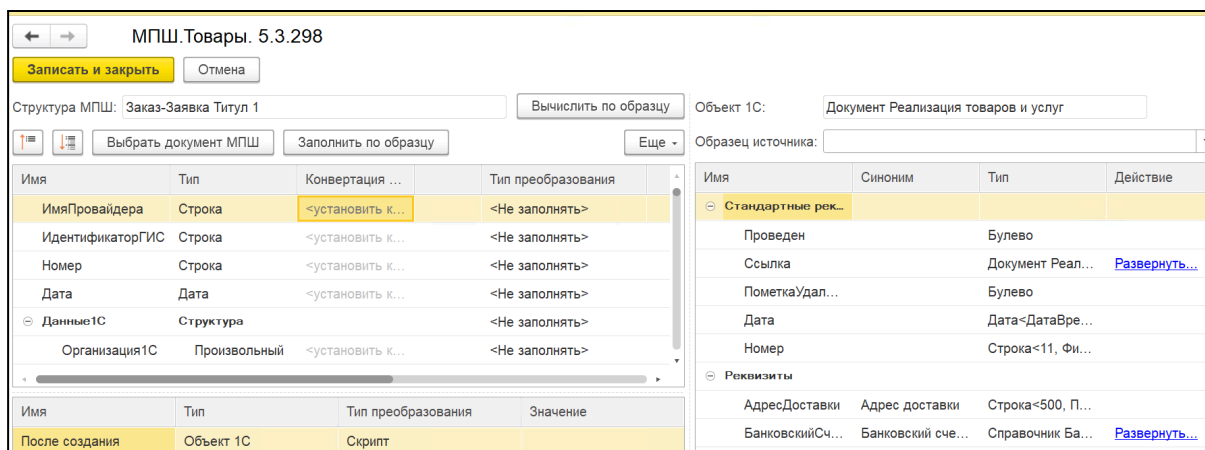

Рис. 17. Настройка провайдера
1. В строке «ИмяПровайдера», столбец «Конвертация по справочнику» дважды левой кнопкой мыши нажмите на поле «установить конвертацию» (рис. 17).